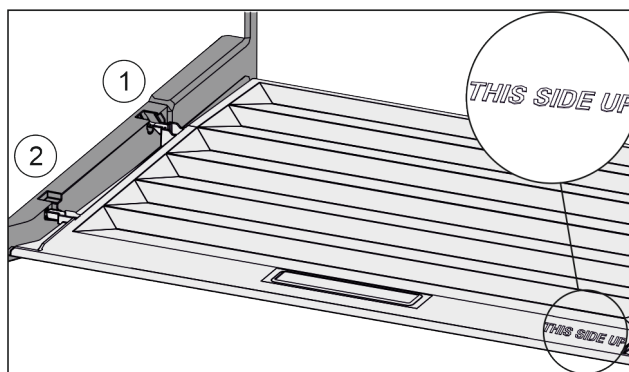

Fig. 151
- ▶ Výstupky veka zavedte cez otvor zadného držiaka Fig. 151 (1) a zaistite vpredu v držiaku Fig. 151 (2).